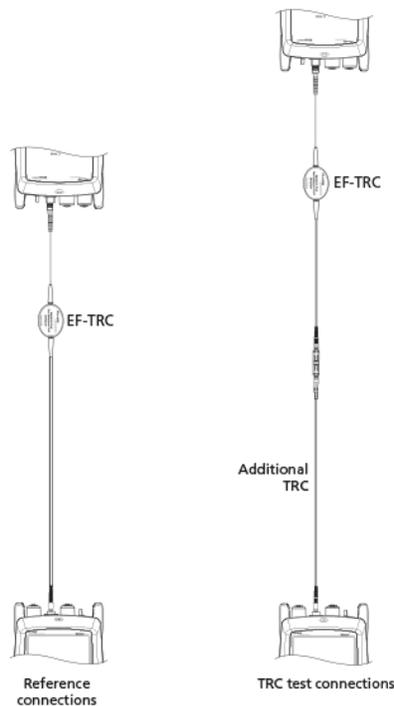

図 6. 遠端光源モードでの基準値設定と TRC テストの接続
10. Make the connections to set the reference, as shown on the screen and in Figure 6, then tap **NEXT** to see the completed connections.
2. テスターの入力ポートからテスト基準コードを取り外し、画面および図 6 に従ってテスト基準コードとアダプターを使用して接続を行い、TRC を検証します。